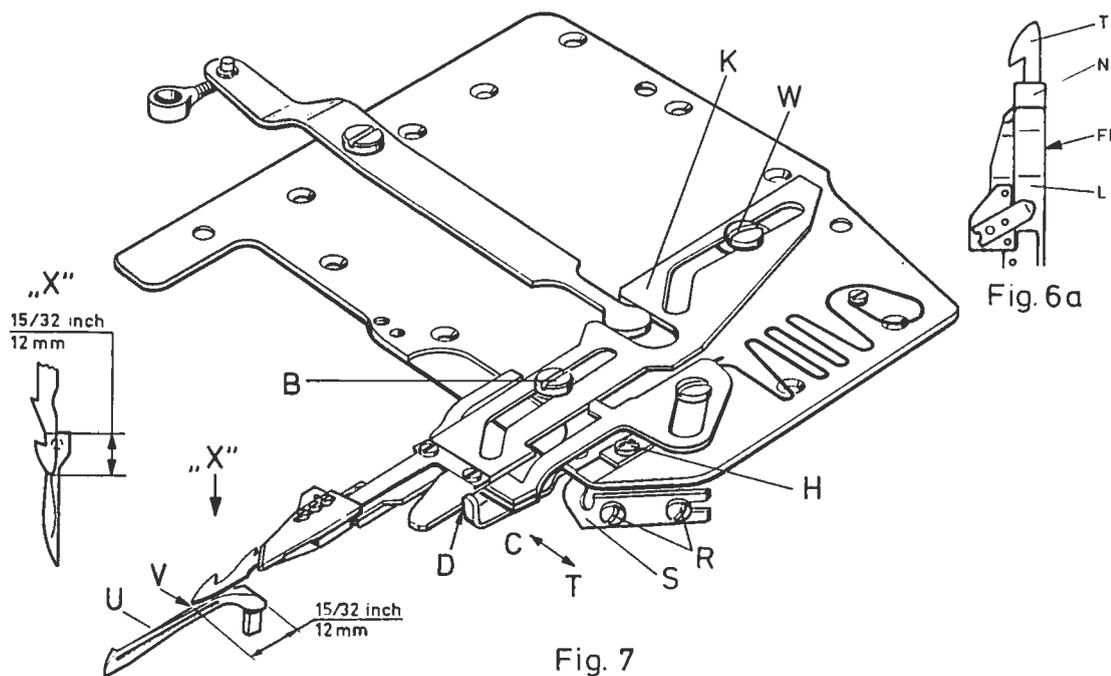
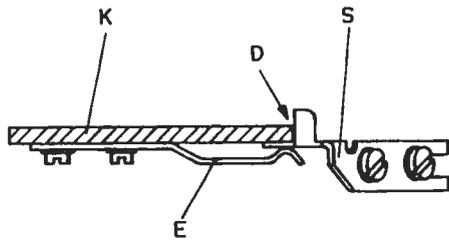
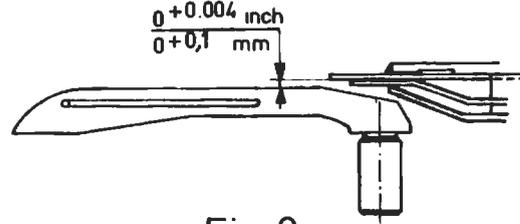

Fig. 7
Fig. 8
Fig. 9
- 6.1 Loosen screws (R, Fig. 7) and move guide (S) in direction of arrow to "T".
- 6.3 The lower knife tip and edge of looper (U, Fig. 7) coincide point (V, Fig. 7) when swinging lower knife to the left.
To obtain this setting loosen screw (W, Fig. 7) and rotate lower knife holder (K) around screw (B) until the lower knife tip is set correctly at point "V". Retighten screw (W).
- 6.1 Lösen Sie die Schrauben (R, Fig. 7) und schieben Sie die Seitenführung (S) in Pfeilrichtung nach "T".
- 6.3 Die Untermesserspitze und die Greiferkante (U, Fig. 7) decken sich während des Einschwenkens des Untermessers im Punkt (V, Fig. 7).
Zur Einstellung löst man die Schraube (W, Fig. 7) und dreht den Untermesserträger (K) um die Schraube (B) bis die Untermesserspitze in der richtigen Stellung bei "V" steht. Ziehen Sie die Schraube (W) wieder an.
6.4 Swing KLIPP-11' until the lower knife tip reaches point (V, Fig. 7). Now move guide (S, Fig. 7) in direction of arrow to "C" until it contacts the lower knife holder (K) at point "D" without deflecting it.
The height of the lower knife above looper blade (Fig.9) can be adjusted simultaneously by lowering or raising guide (S, Fig. 8), as the guide (S, Fig. 8) is positioned between lower knife holder (K, Fig. 8) and spring (E, Fig. 8). Retighten screws (R, Fig. 7).
Note: Every time the screw (W, Fig.7) is loosened for adjusting the lower knife tip, it is necessary to readjust the guide (S, Fig. 7).
6.4 Schwenken Sie den KLIPPAB ein bis die Untermesserspitze im Punkt (V, Fig. 7) steht. Jetzt schieben Sie die Seitenführung (S, Fig. 7) in Pfeilrichtung nach "C" bis sie im Punkt "D" am Untermesserträger (K), ohne zu drücken, anliegt.
Gleichzeitig wird mit der Seitenführung (S, Fig. 8), durch Verschieben nach oben oder unten, die Höhe des Untermessers über dem Greiferrücken eingestellt (Fig.9), da die Seitenführung (S, Fig. 8) zwischen Untermesserträger (K, Fig. 8) und Feder (E, Fig. 8) liegt. Ziehen Sie die Schrauben (R, Fig. 7) wieder an.
Beachten Sie: Nach jedem Lösen der Schraube (W, Fig. 7) zum Einstellen der Untermesserspitze, muß die Seitenführung (S, Fig. 7) neu eingestellt werden.